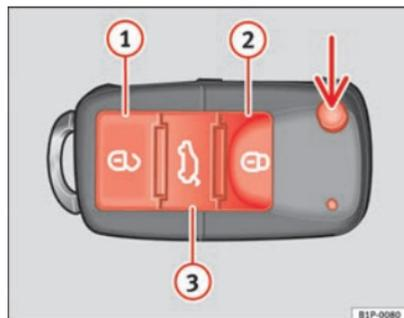

Fig. 63 Botões da chave com telecomando
Com a tecla ⇒ fig. 63 (seta) do comando, destranca-se o palhetão da chave.
Destrancagem do veículo ⇒ fig. 63 ①.
Trancagem do veículo ⇒ fig. 63 ②.
Destrancagem do porta-bagagens. Pressione o botão ⇒ fig. 63 ③ até que todos os indicadores de mudança de direção do veículo pisquem durante breves segundos. Ao premir o botão de destrancagem ③, dispõe de 2 minutos para abrir o porta-bagagens. Uma vez decorrido este tempo, será novamente trancado.
Além disso, o indicador luminoso da pilha da chave ⇒ fig. 63, começa a piscar.
Premindo uma vez a tecla ⇒ fig. 63 ①, apenas se abrirá a porta do condutor, permanecendo as restantes fechadas. ▶
Premindo duas vezes o botão  ⇒ página 103, fig. 63 , todas as portas serão destrancadas.
- Premir a tecla  ⇒ página 103, fig. 63 do comando à distância.